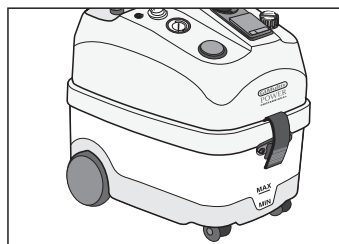

Fig. 7a
- Riempire il serbatoio di recupero (G) con 2,5 litri d'acqua fino alla riga min del serbatoio (**fig. 7a**) dopo aver rimosso la parte superiore dell'apparecchio tramite gli appositi ganci (F)
- Riposizionare la parte superiore della macchina sul serbatoio di recupero nel verso indicato (**Fig. 7a**)
- Agganciare i ganci di chiusura (F) accertandosi che le due parti combacino perfettamente. Durante l'utilizzo controllare sempre di non superare il livello massimo per evitare fuoriuscite di spruzzi d'acqua dal silenziatore.